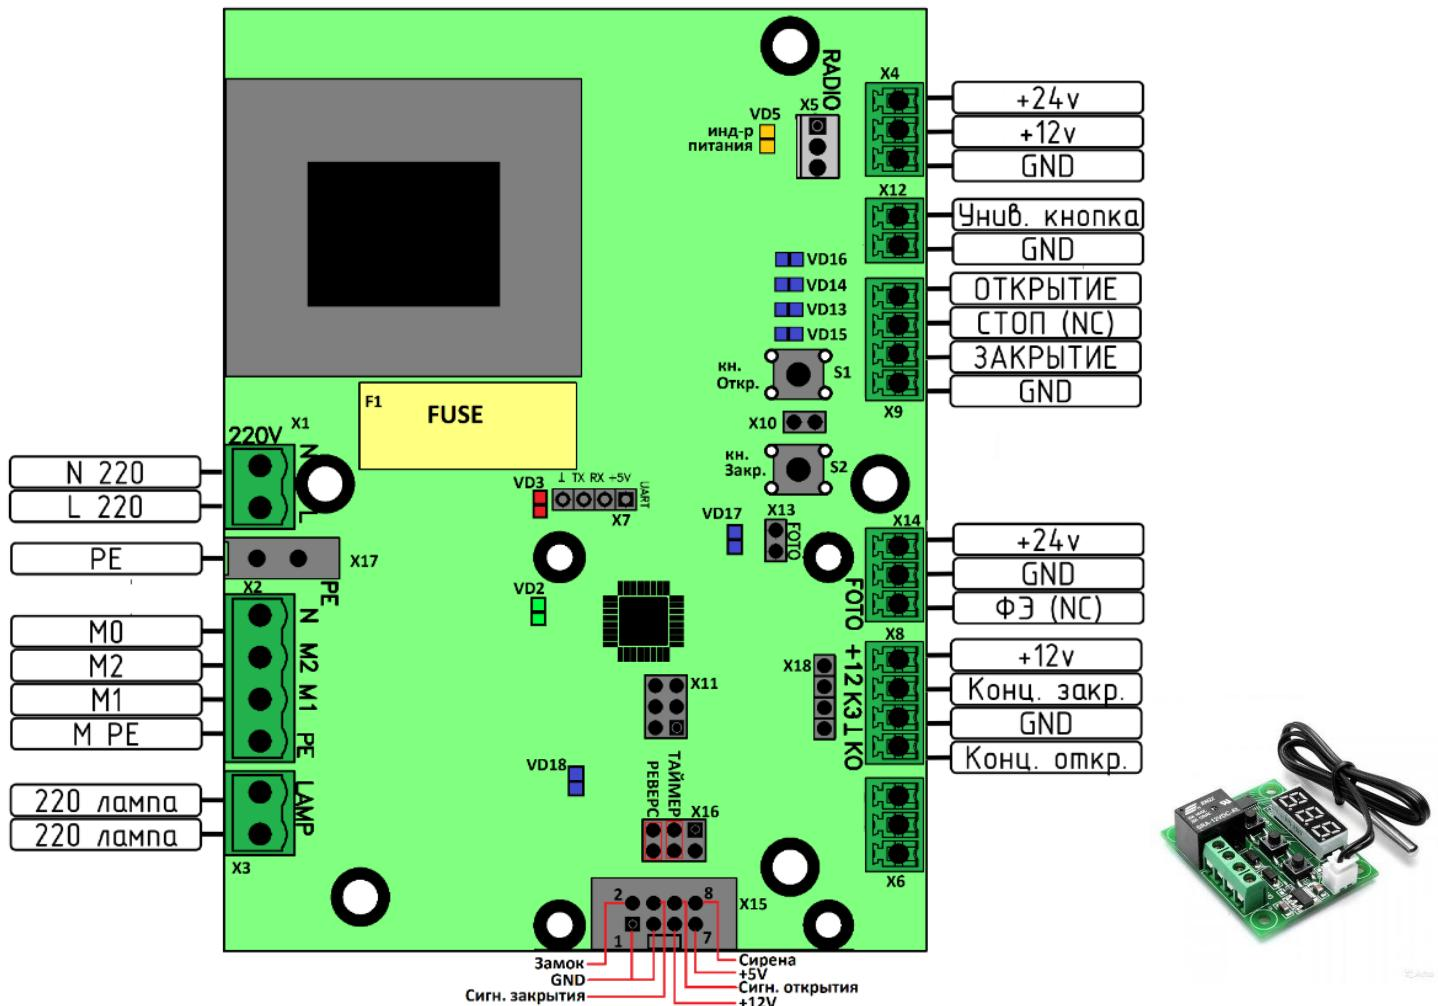

Рисунок 7
Питание шлагбаума однофазное, подключается к разъему X1 (см. Рисунок 7)
Фотоэлементы подключаются к разъему X14 (см. Рисунок 7). Питание фотоэлементов – 24В.
При отсутствии фотоэлементов на переключателе **X13** (см. Рисунок 7) должен быть установлен джампер. При отсутствии перемычки шлагбаум не будет закрываться.
Подключается к разъему X9 (см. Рисунок 7)
3. Блок перейдет в режим настройки задержки таймера. Количество миганий индикаторов открытия и закрытия (см. Рисунок 7) отобразится текущее время задержки в секундах кратное 5. (3 мигания – 15 секунд)